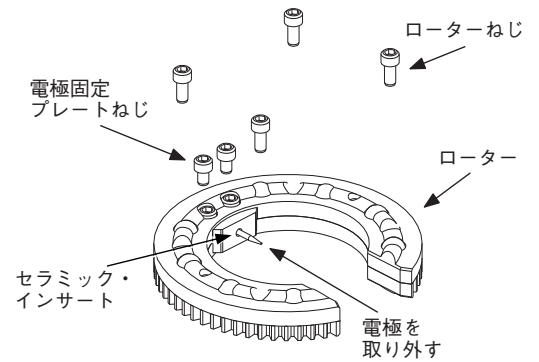

図 32：ローターおよび電極固定プレートねじを取り外す
1. ローターねじおよび電極固定プレートねじをローターから取り外します。電極をセラミック・インサートから取り外します。図 32 をご参照ください。